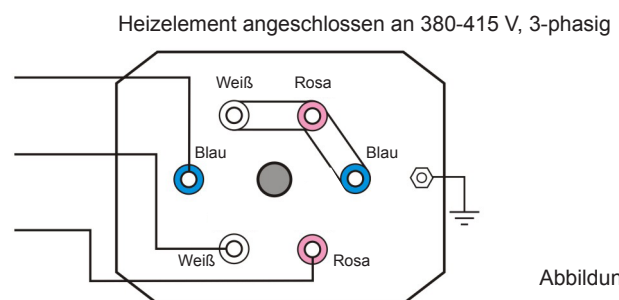
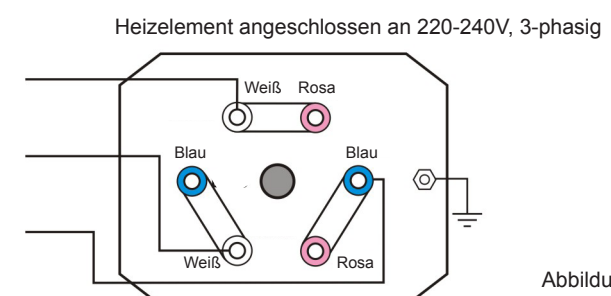

Abbildung 4
Abbildung 5
- Das Heizgerät ist bei der Lieferung für 400 V 3-phasig vorbereitet, siehe Abbildung 4 + Schaltplan Seite 7, kann aber auf 230 V 3-phasig umgestellt werden, siehe Abbildung 5 + Schaltplan Seite 8 (gilt für alle Varianten außer 72 kW).
- An Schützen ankommende Kabel müssen gemäß Tabelle für aktuelle Betriebsspannung abgesichert sein, siehe Abbildung 4 oder 5.
Das Heizgerät ist bei der Lieferung mit einem Typenschild für 400 V 3-phasig versehen und entsprechend vorbereitet (siehe Abbildung 4), es kann aber auf 230 V 3-phasig umgestellt werden.
An Schützen ankommende Kabel müssen dann gemäß obiger Tabelle abgesichert sein, siehe Abbildung 5 + Schaltplan.